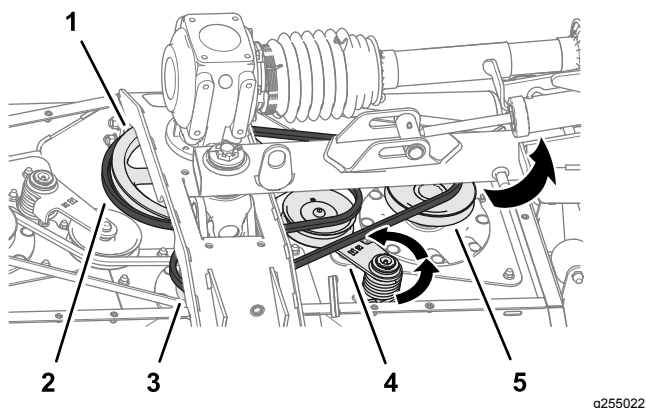

Figura 59
- Utilize uma barra disjuntora ou ferramenta semelhante para rodar o tensionador da correia da correia comprida no sentido contrário ao dos ponteiros do relógio e retire a correia da polia do tensionador (Figura 59).
3. Retire a correia comprida da polia da transmissão, da polia do eixo central e da polia do eixo direito (**Figura 59**).